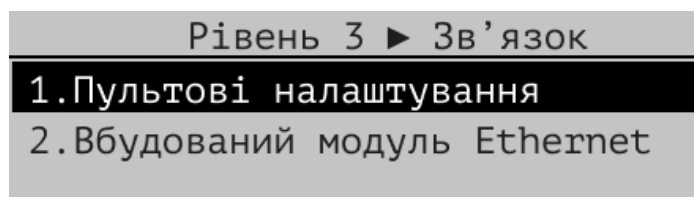

Рисунок 10.12.1 – Налаштування зв'язку
10.12.1 В розділі «Зв'язок» виконується налаштування вбудованого модуля Ethernet та здійснюються загальні пультові налаштування (зв'язок з ПЦПС). Вікно налаштування зв'язку наведено на Рис. 10.12.1.